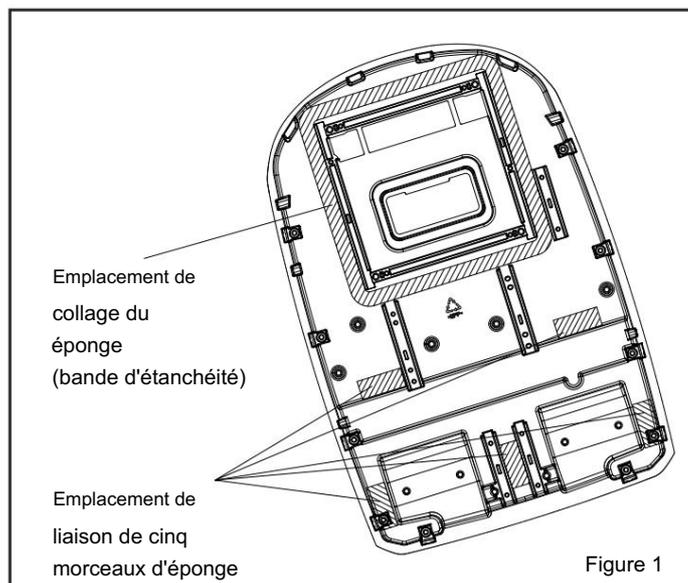

Figure 1
1. Avant de coller, veuillez nettoyer les consommables en position de collage (comme indiqué sur la figure 1) du cadre de l'unité extérieure pour vous assurer que la position de collage est propre ;
2. Retirez un morceau d'éponge (bande d'étanchéité) et cinq morceaux d'éponge des accessoires, déchirez le papier sur la surface adhésive et alignez-le avec le bord de la position indiquée sur la figure 1 pour coller l'éponge.